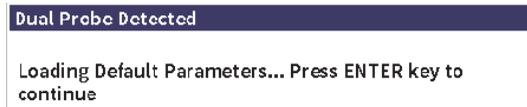

Figure 11-33 Boîte de dialogue de détection de la sonde
Si une sonde à émission-réception séparées à basse fréquence de mesure d'épaisseur est connectée à l'EPOCH 6LT, une boîte de dialogue vous invitera à appuyer sur la touche d'entrée pour continuer (voir Figure 11-33 à la page 221).
9. Si vous utilisez une sonde sans broche centrale, sélectionnez une sonde sur la page **Configuration de la sonde** après avoir activé le module pour le contrôle de la corrosion (voir Figure 11-33 à la page 221).